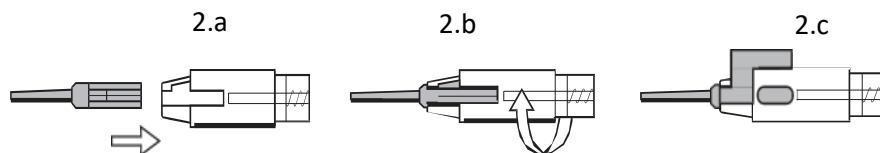

Fig. 2
10. Вставить закрытый картридж в приемное устройство корпуса инжектора и зафиксировать его осторожным поворотом крылышек, как показано на рис. 2.